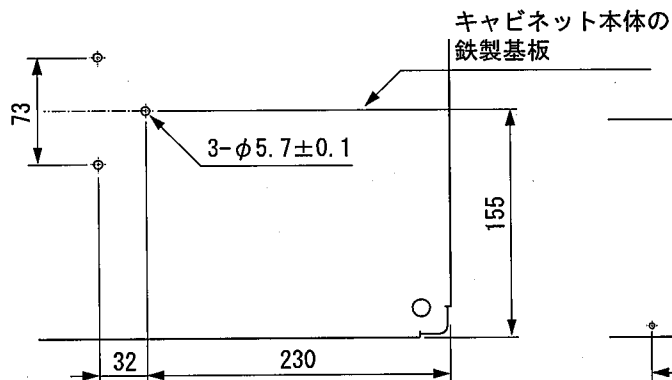

図1
1. FULキャビネット本体の鉄製基板及び「天面鉄製基板」へ $\phi 5.7 \pm 0.1$ 穴加工を行ってください。(図1, 2)